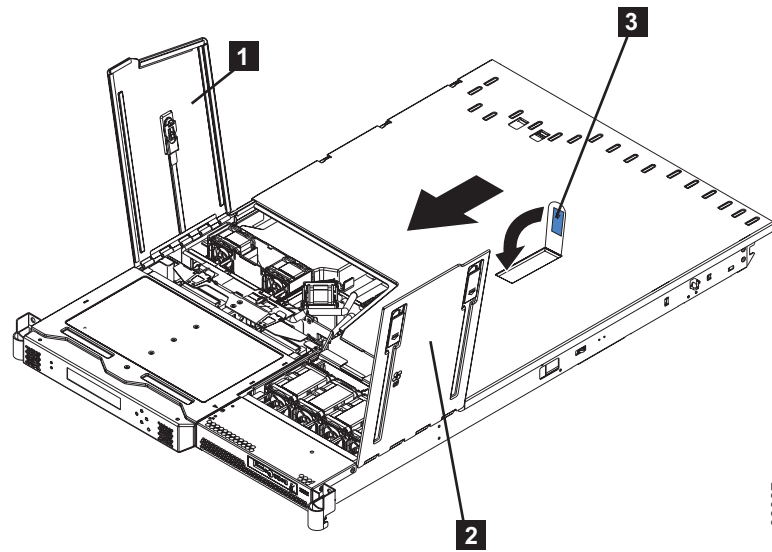

図 172. ファン・ドアを開いた状態の SAN ボリューム・コントローラー 2145-8F2
3. 障害を起こしたファンがあるファン・ドアを開きます。ファン 1、2、および 3 はファン・ドア A **1** の下にあります。ファン 4 から 7 は、図 172 に示すように、ファン・ドア B **2** の下にあります。